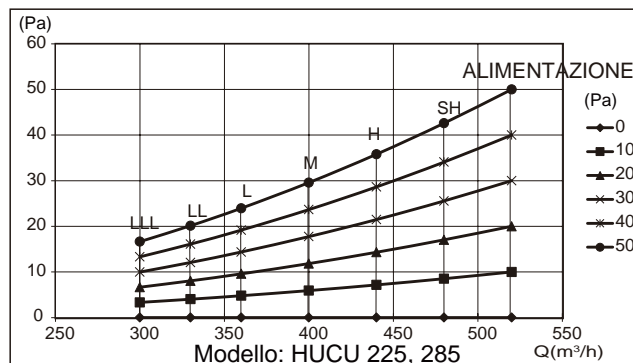

Fig.6-2
3. Prima di installare il canale dell'aria, verificare che la prevalenza del canale dell'aria rispetti l'intervallo consentito dell'Unità Interna (fare riferimento al Manuale Tecnico dell'Unità Interna). La Fig. 6.2 e la Fig. 6.10 mostra la curva di prevalenza delle Unità Interne.